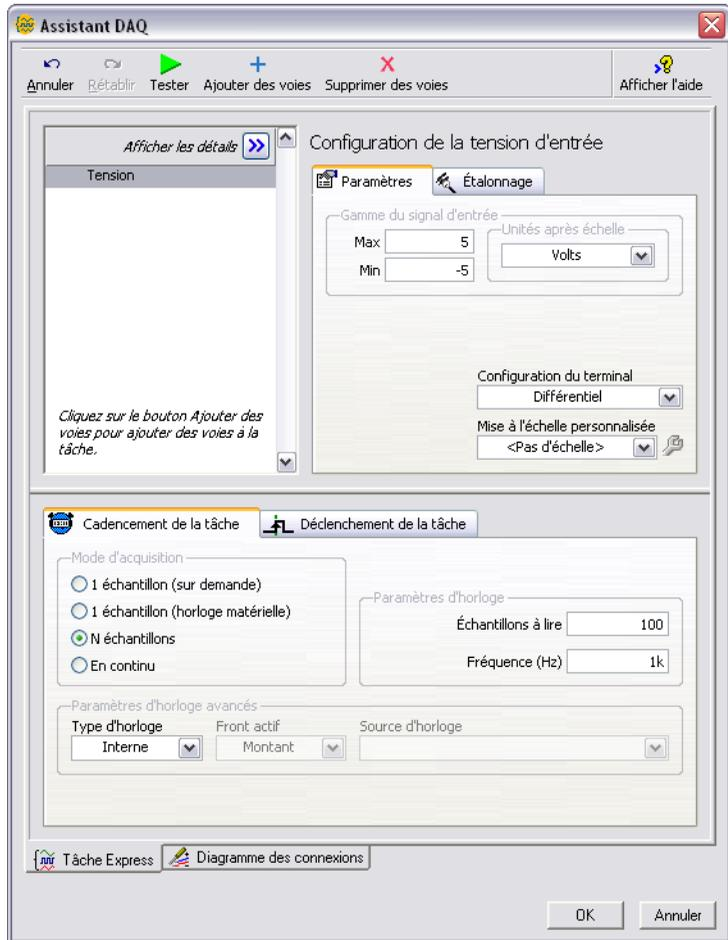

Figure 4-1. Configuration d'une tâche avec l'Assistant DAQ
6. Dans la liste de **Voies physiques supportées**, sélectionnez la voie physique à laquelle l'instrument connecte le signal comme, par exemple, **ai0**, puis cliquez sur le bouton **Terminer**. L'Assistant DAQ ouvre une nouvelle boîte de dialogue, représentée dans la figure 4-1, qui affiche les options pour configurer la voie que vous avez sélectionnée pour la tâche.